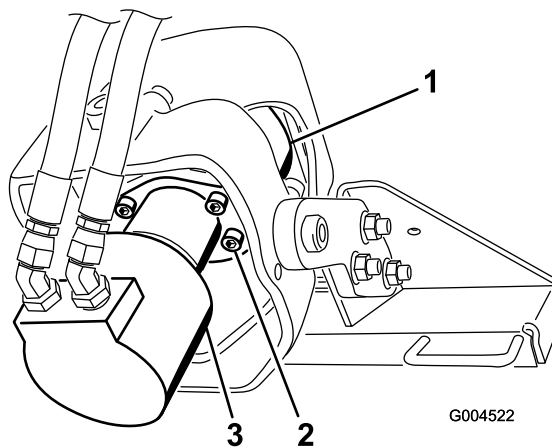

Figura 13
1. Apoye el cabezal de transmisión sobre un recipiente (Figura 13).